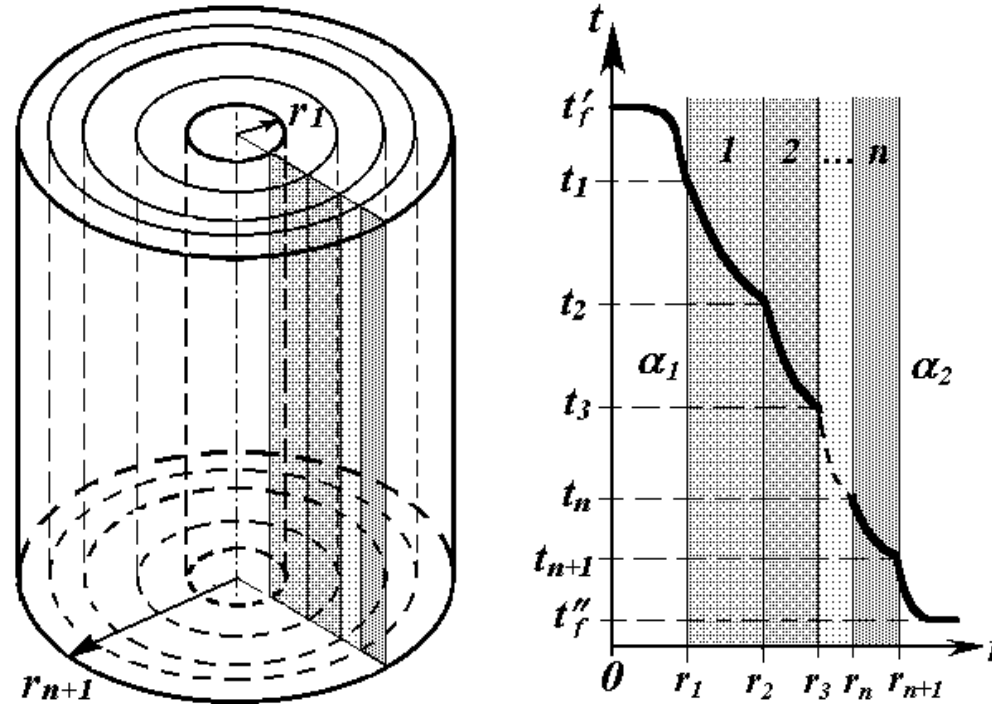

Рисунок 3 - Схема теплопередачі крізь багатошарову циліндричну стінку та графік залежності температури  $t$  від відстані  $r$  від осі циліндра
Якщо стінка складається з  $n$  циліндричних шарів (дивись рисунок 3), то лінійна густина потоку теплопередачі крізь неї розраховується за загальною формулою (8). При цьому, у порівнянні з одношаровою стінкою, змінюється тільки загальний лінійний термічний опір теплопровідності стінки  $R_{l,\lambda,\Sigma}$ . Аналогічно площинній ситуації такий опір дорівнює сумі лінійних термоопорів усіх шарів, що складають стінку. З урахуванням викладених обставин повний лі-